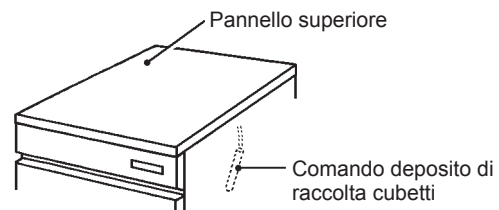

Fig. 2
- 5) Togliere il nastro che fissa l'interruttore comando deposito di raccolta cubetti, come da Fig. 2.